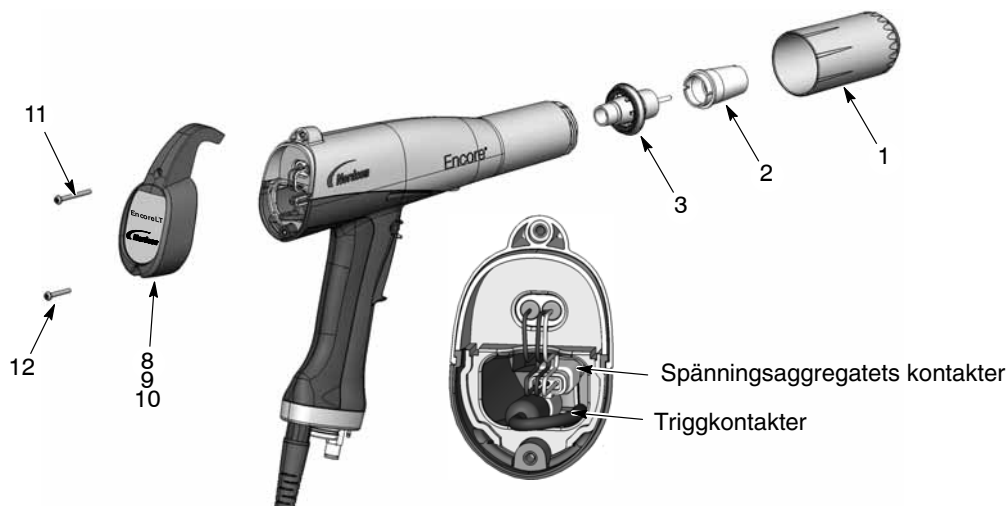
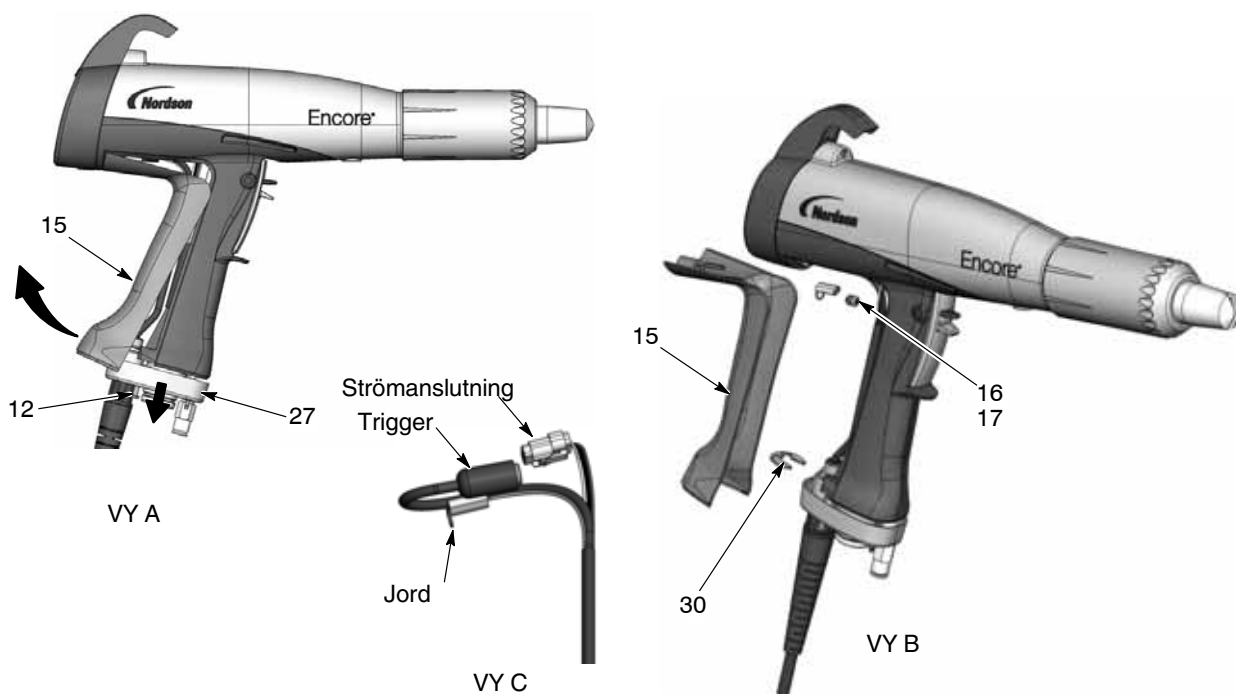

Bild 6-1 Delning av pistol
Bild 6-6 Byte av kabel
1. Se bild 6-1. Tag av munstycksmuttern, munstycket och elektroddelen (1, 2, 3).
4. Se bild 6-1. Sätt på kåpan, huset och kroken så som visas.
5. Sätt i elektroddelen (3) i pistolkroppens främre del. Kontrollera att den trådformade elektroden inte är böjd eller avbruten.
6. Sätt på munstycket (2) på elektroddelen, och kontrollera att styrskenorna i elektroddelen passar in i munstyckets spår.
7. Sätt på munstycksmuttern (1) på munstycket och vrid den medurs för att fästa det.
2. Se bild 6-1. Tag av den nedre skruven (12) från huset (9).
3. Se bild 6-6, vy A. Lossa de två M3 x 20-skruvarna (12) som fäster handtagsbasen (27) till handtaget.
4. Drag av basen från handtagsdelen tillräckligt långt för att nederkanten på jordkontakten (15) skall friläggas från basen.
6. Se bild 6-6, vy B. Tag av M3 x 8-skruven, låsbrickan (16, 17), och jordanslutningen från jordkontakten.
7. Tag av E-ring (30) från kabeln.
8. Se bild 6-6, vy C. Drag ut kabelanslutningarna ur handtaget. Koppla loss spänningsaggregatsdelens kablage från pistolkabeln genom att sticka in en liten skruvmejsel med rak klinga i springan på kablagekontakt för att lossa spärren.
1. Se bild 6-6. Mata igenom en ny kabel genom handtagsbasen, sätt därefter på E-ringen (30) på kabeln så att den hålls på plats.
3. Anslut kabelkontakten till jordkontakten (15) med M3 x 6 skruven och låsbrickan (16, 17).
6. Tryck handtagsbasen (27) upp mot handtaget och jordkontakten och drag ordentligt åt de två M3 x 20 skruvarna (12) i basen.
7. Se bild 6-1. Skruva i den nedre M3 x 20 skruven (12) i huset (9) och drag åt ordentligt.
1. Se bild 6-6. Tag av jordkontakten så som beskrivs i *Demontering av kabel*/stegen 1-5. Man behöver inte koppla loss jordledaren från jordkontakten.